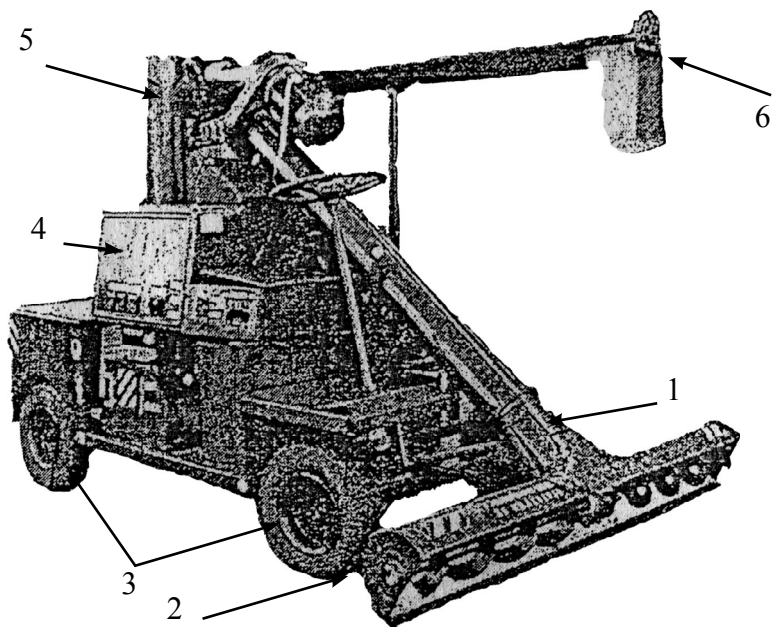

Рис.3.1. Протравливатель семян ПС - 10 АМ
- 3.1 Протравливатель семян универсальный ПС-10АМ (рис. 3.1) представляет собой автоматическую самоходную установку с электроприводом основных механизмов.